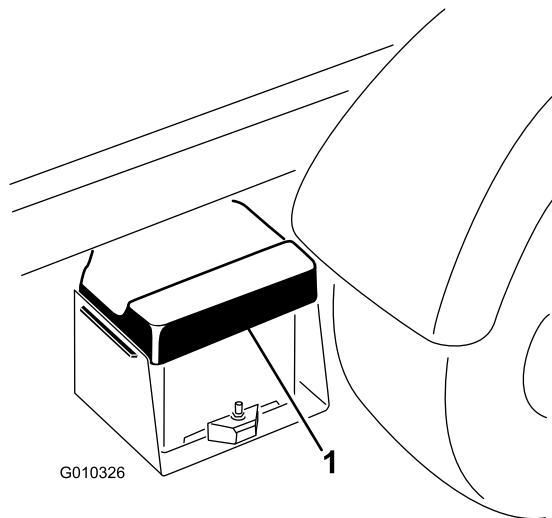

Figura 50
1. Schiacciate il coperchio della batteria per rilasciare le alette dalla base della batteria e rimuovete il coperchio della batteria dalla relativa base (Figura 50).